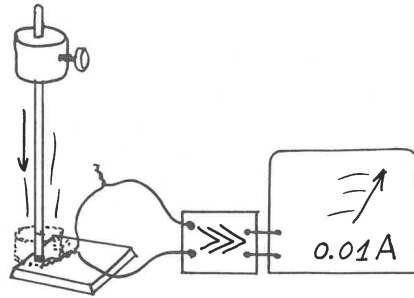

Fig. 9
d) Fig. 9 viser såvel opstilling som resultat. Ved et fald på ca. 60 cm udløser loddet en termostrøm, der registreres ved fuldt udslag på måleinstrumentet.